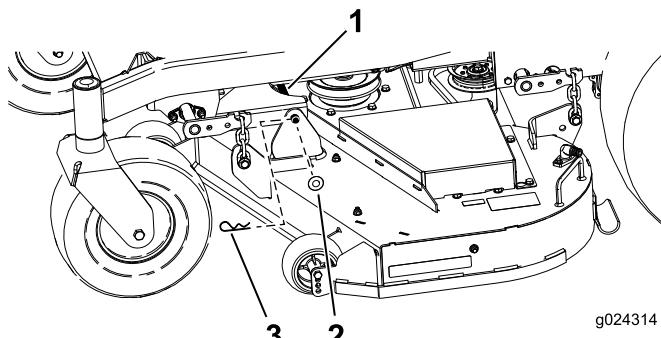

Figure 65
- Retirez la goupille fendue et la rondelle qui fixent la longue barre de liaison au cadre et au tablier, et enlevez la barre de liaison (Figure 65).
- Fixez la barre de liaison avec les goupilles fendues et les rondelles retirées précédemment (Figure 65).